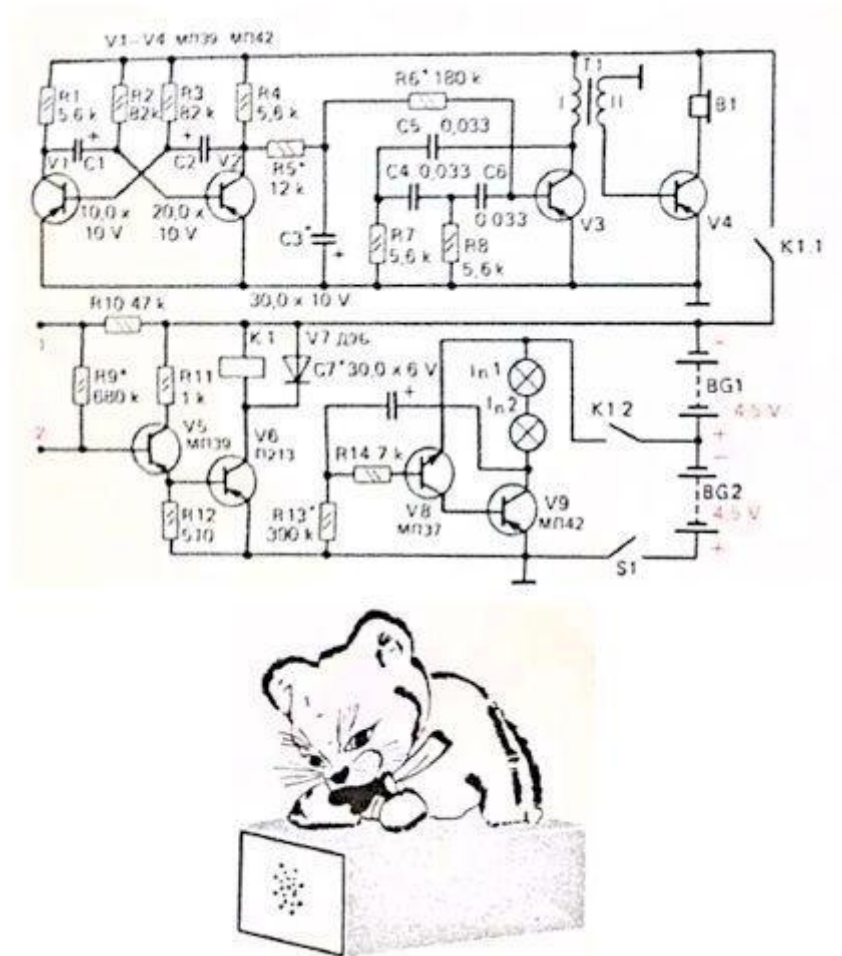

Figura 203. Esquema básico y vista exterior de "Un gato goloso"
**"El gato goloso".** Sobre un pequeño soporte, con la cabeza un poco inclinada, está sentado un gato blanco con lazo en el cuello (Figura 203).